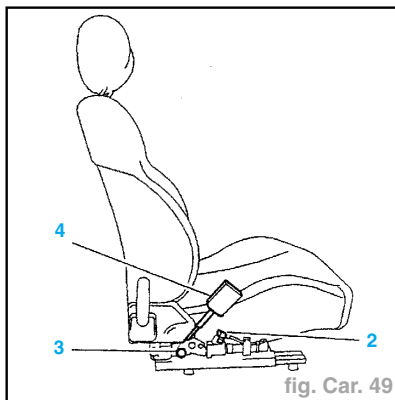

fig. Car. 49
- Déconnecter le connecteur (2) (fig. Car. 49).